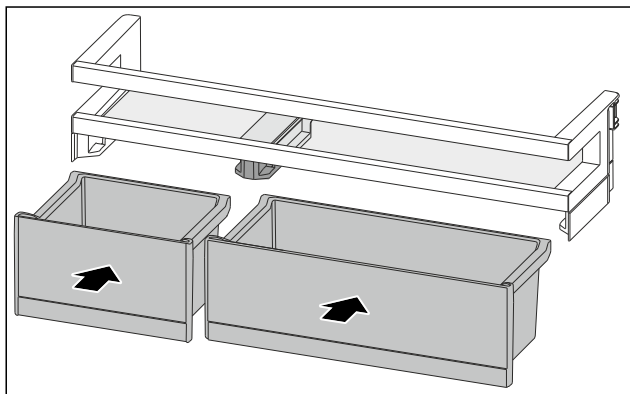

Fig. 173
- Introduceți VarioBox-urile dispuse invers. (vezi Fig. 173)